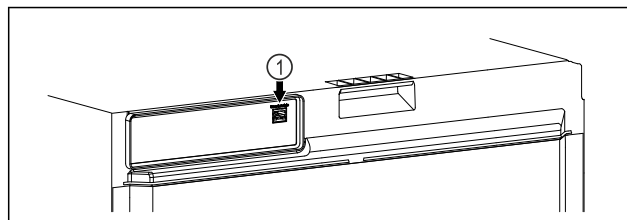

Fig. 116
- SmartModule Fig. 116 (1) è inserito.